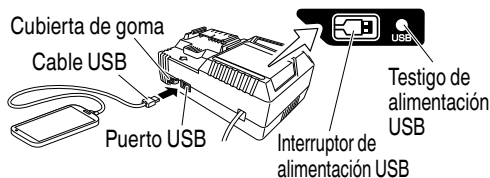

Fig. 9
- (2) Encienda el enchufe de alimentación USB (Fig. 9)
- (3) Conecte el cable USB. (Fig. 9)
- (4) Cuando se haya completado la carga
- Apague el interruptor de alimentación USB y desenchufe el cable de alimentación de la toma de alimentación eléctrica. (Fig. 9)